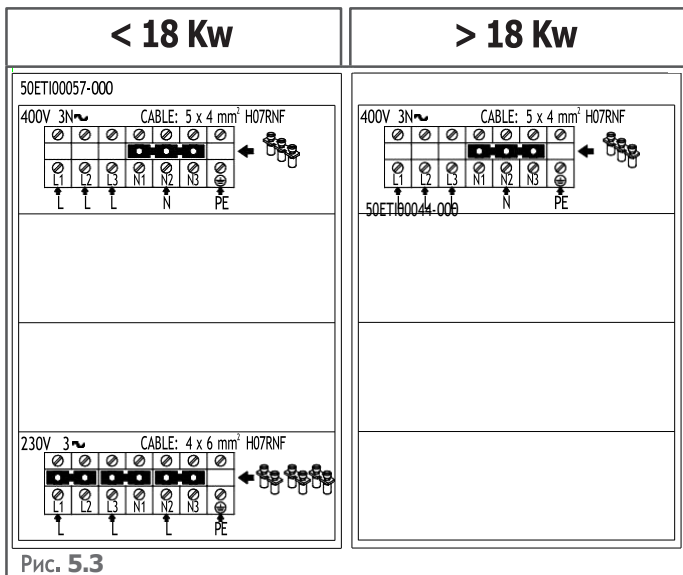

Рис. 5.3
► Рис. 5.3
- 2 Ослабте кабельний ввід і вставте через нього кабель живлення. На бічній етикетці завжди вказано тип кабелю, який слід використовувати, та його перетин. Це залежить від напруги та споживання енергії приладом (наприклад, кабель: 4x6 мм² H07RNF, див. Рис. 5.3).
Кабель можна замінити тільки на ідентичний: на таблиці з технічними характеристиками завжди вказано тип кабелю, який слід використовувати, та його перетин (наприклад, кабель: 4x6 мм² H07RNF, див. рис. 5.3). Кабель заземлення завжди повинен бути жовто-зеленого кольору.